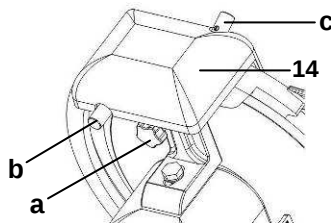

Рис.7
- Удерживая нажатой кнопку (b, **рис. 7**) точила сзади заточного устройства (1), оставить прибор включенным в течение 30-40 секунд, так чтобы на ноже образовался заусенец.